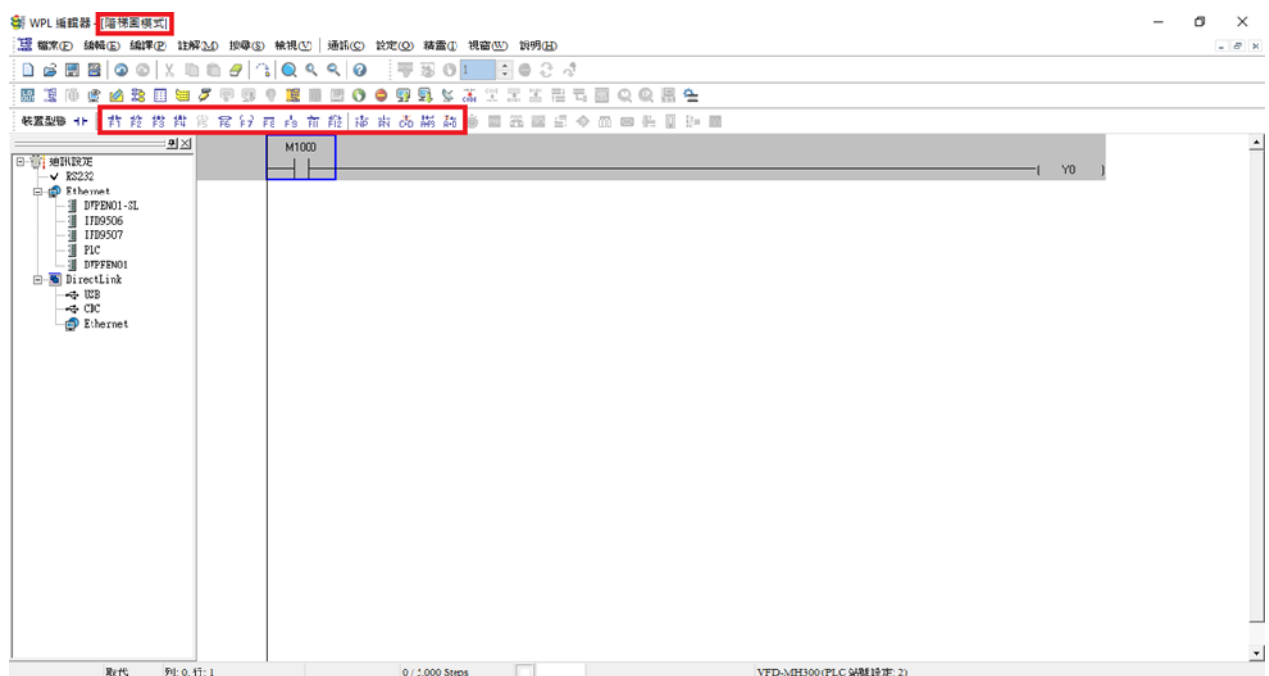

图 16-16
**NOTE** 在阶梯图模式中可利用阶梯图工具栏中的按钮（如下图 16-16 所示）进行编辑程序。